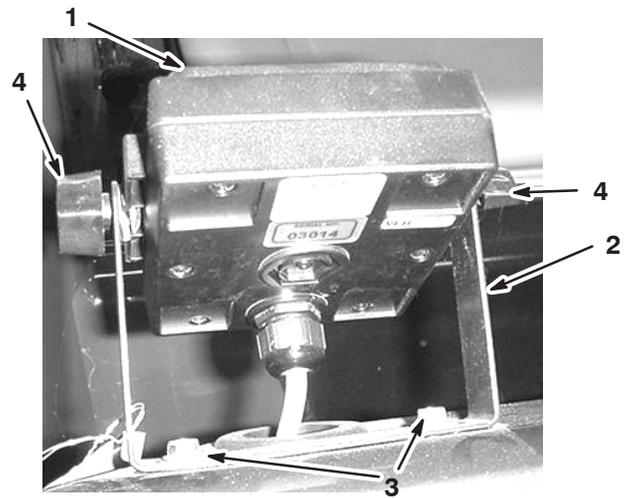

Figure 3
1. Fixez le support du moniteur au tableau de bord (Fig. 3) avec 2 boulons à collerette (1/4 x 3/4 pouce) et 2 écrous à collerette (1/4 pouce).
2. Posez les 2 vis de carrossier, les rondelles en caoutchouc et les boutons sans les serrer sur le support comme illustré aux Figures 3 et 4.
- Montez le moniteur Spray Pro sur les têtes des vis de carrossier (Fig. 3) et serrez les boutons pour le fixer en position.